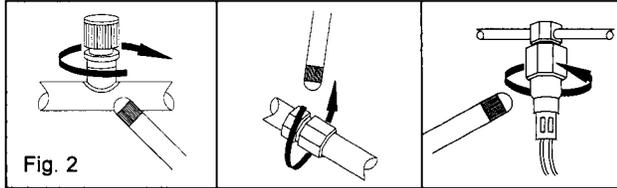

Fig. 2
5. En cada área comprobada, la sonda se debe mover alrededor del lugar a una velocidad no mayor de 25 a 50 mm/segundo (1-2 pulgadas/segundo) y a no más de 5 mm (1/4 de pulgada) de la superficie, dándole una vuelta completa. Mover la sonda más lentamente y a menor distancia mejora mucho la probabilidad de hallar una fuga (ver Fig. 2, a continuación). Cualquier incremento en la frecuencia del tic indica que existe una fuga.